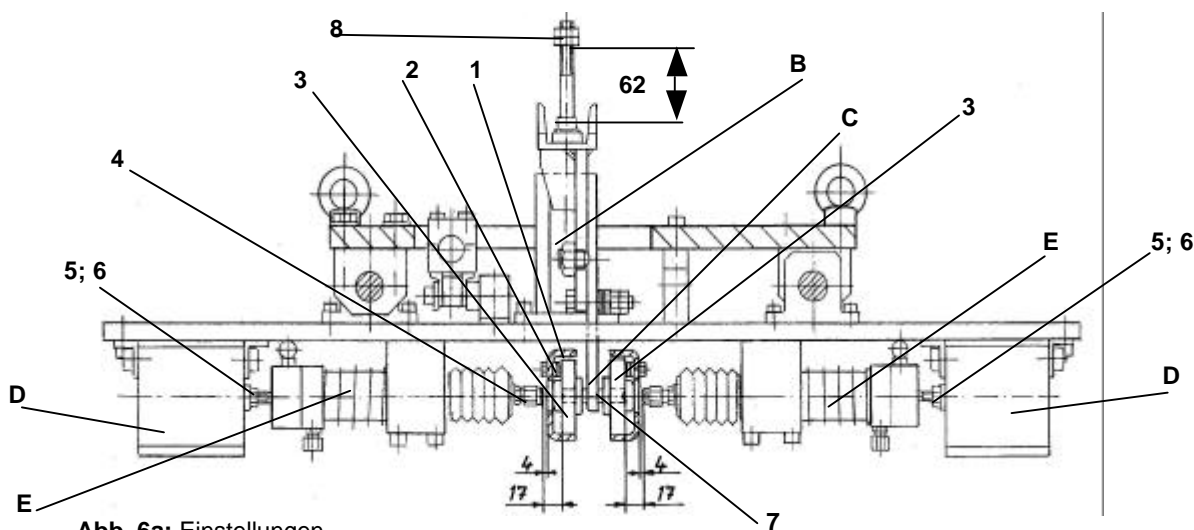

Abb. 6a: Einstellungen
Die COBRA 504 kann ausschließlich in Verbindung mit den Kettenführungsprofilen 9008070/007 (Abb. 6a; Pos. 1 inkl. Führungleisten Pos. 2) betrieben werden. Die Montage auf diese Profile ist nach den Beschreibungen „Analogenbeschreibung COBRA-Schmierung – Baustufe 3, Kaltbereich“ und „...Heißbereich“, jeweils Punkt 4 vorzunehmen.
- der Mitnehmer (C) auf dem gesamten Schlittenlaufweg mittig in das Kettenführungsprofil (1) und somit mittig zwischen beiden Tragrollen (3) eingreift
- die Schmierkopfmittelachsen in einer Ebene mit den Tragrollen-Mittelachsen liegen (siehe Abb. 6a.: Mundstück (4) am Schmierkopf (E) trifft mittig auf den Schmiernippel der Tragrolle, Pos. 3)
- der Mitnehmerhub in Grundstellung (Abb. 6a: Maß 62) mit 2 Muttern M 10 (Abb. 6; Pos. 8)
- Schmierkopf-Leerhub von 17 mm zwischen Schmierkopf-Mundstück (4) und Schmiernippel in der Tragrolle (3) eingestellt mit jeweils einer Schraube M 6 und zugehöriger Kontermutter (Pos. 5; 6); siehe Abb. 6a.
- Prüfen, ob beim Schmiervorgang Schmierstoff aus dem Schmierkopf austritt. Gegebenenfalls: Abstand Schmierkopf-Mundstück zum Nippel an der Tragrolle nach Bild 6a prüfen
- nach oder vor jedem Ketten-Abschmierumlauf den Zustand der Mundstücke prüfen und Mundstücke gegebenenfalls austauschen (Abb. 6a; Pos. 4 und Ersatzteilliste)
- Störung: Schmierkopf-Mundstück (siehe Abb. 6a; Pos. 4) setzt neben dem Schmiernippelzentrum der Tragrolle auf
- Störung: Schmierstoff tritt seitlich neben dem Schmierkopf-Mundstück aus (siehe Abb. 6a; Pos. 4)
<ul style="list-style-type: none"> ● Schmierkopf-Mundstück trifft nicht mittig auf Tragrollen-Schmiernippel 	<ul style="list-style-type: none"> ● Positionierung der COBRA auf dem Kettenführungsprofil nach Abb. 6a und Fixierung mit den Schnellspannern prüfen
- Störung: Mitnehmer C fährt auch nach Erreichen von SN nicht in Ausgangsposition Hinweis: In diesem Fall schwenkt der Mitnehmer aus der Gefahrenstelle um größere Schäden zu vermeiden (siehe Punkt 3.4); nach Behebung der Störung: Mitnehmer in Betriebsstellung bringen(siehe Abb. 6a)